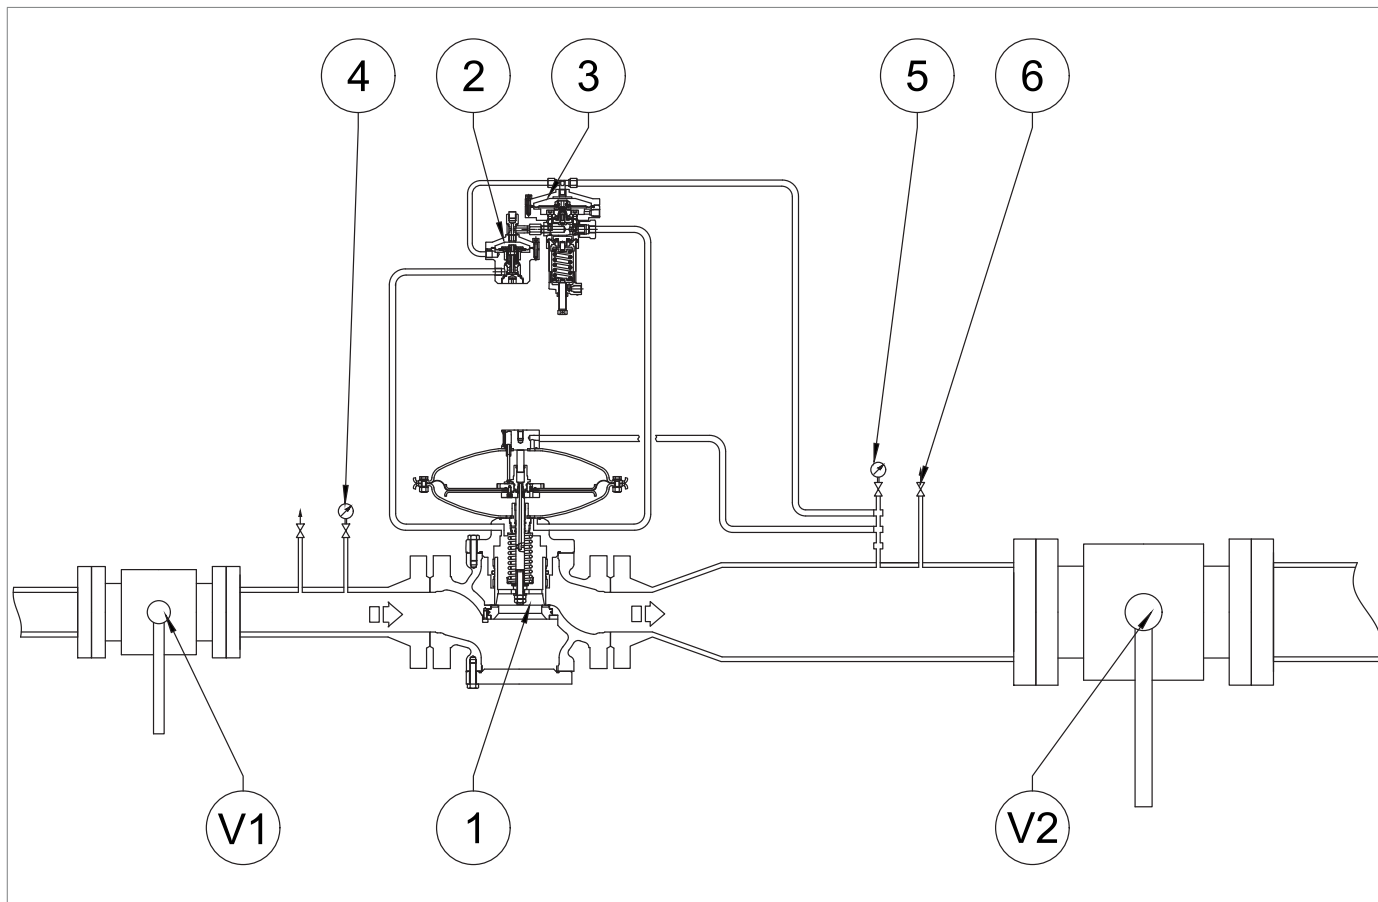

Fig. 8.32. Messa in servizio del regolatore REVAL 182
1	<p>Controllare la pressione facendo riferimento al manometro (Fig. 8.32, rif. 5) posto a valle del regolatore principale.</p> <p>Se la valvola di blocco:</p> <ul style="list-style-type: none"> <li>• interviene prima del valore di pressione previsto: avvitare (senso orario) la ghiera di regolazione (13) così da comprimere maggiormente la molla (11);</li> <li>• non interviene al valore di pressione previsto: svitare (senso antiorario) la ghiera di regolazione (13), così da scaricare la molla (11).</li> </ul>
2	Diminuire la pressione del tratto di valle aprendo il rubinetto di scarico (Fig. 8.32, rif. 6) per portarla fino al valore di taratura del regolatore principale.
3	Chiudere il rubinetto di scarico (Fig. 8.32, rif. 6).